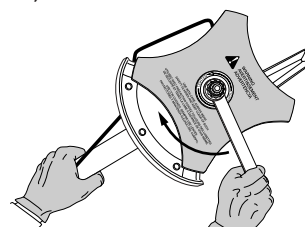

Fig. 14
- Sostenga la varilla de cierre en su lugar junto al brazo de la unidad (Fig. 14).
- Mientras sostiene la varilla de cierre, afloje la tuerca de la cuchilla girándola en sentido horario con una llave de casquillo o de boca cerrada de 5/8 de pulgada (Fig. 14).